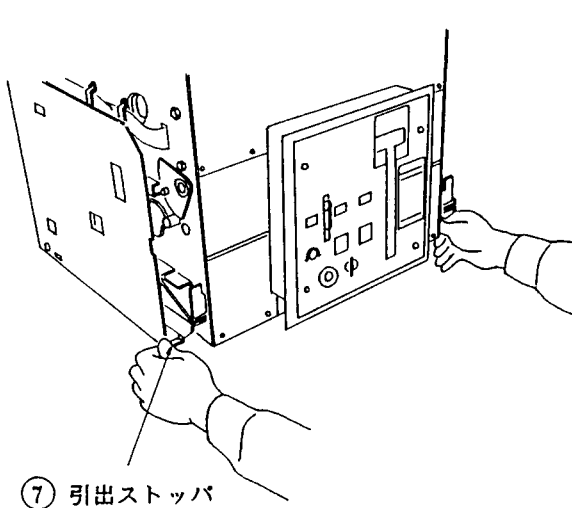
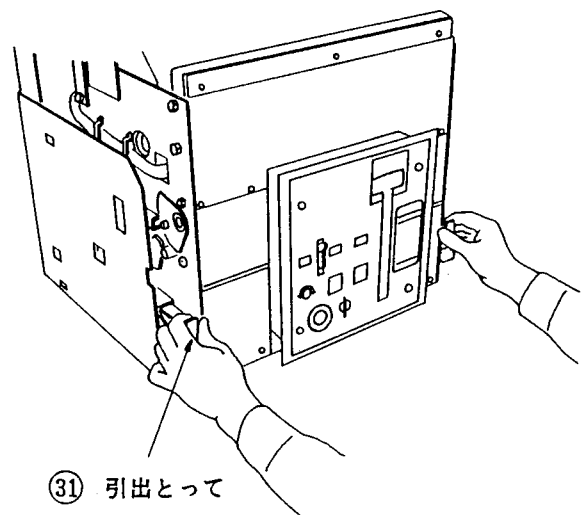

図19. 引出ストッパー解除方法
図20. 断路位置からの引出方法
- 1) 左右の引出ストッパー(図19 ⑦)を下げロックを解除し、遮断器本体の引出とって(図20 ③1)を持って、手前に、ゆっくり引出して下さい。